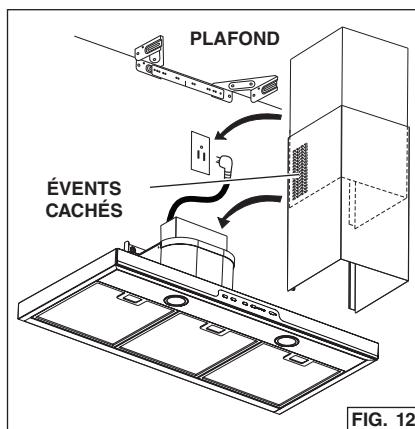

FIG. 12
6. Installez les carneaux supérieur et inférieur sur la hotte de cuisine. Fig. 12.